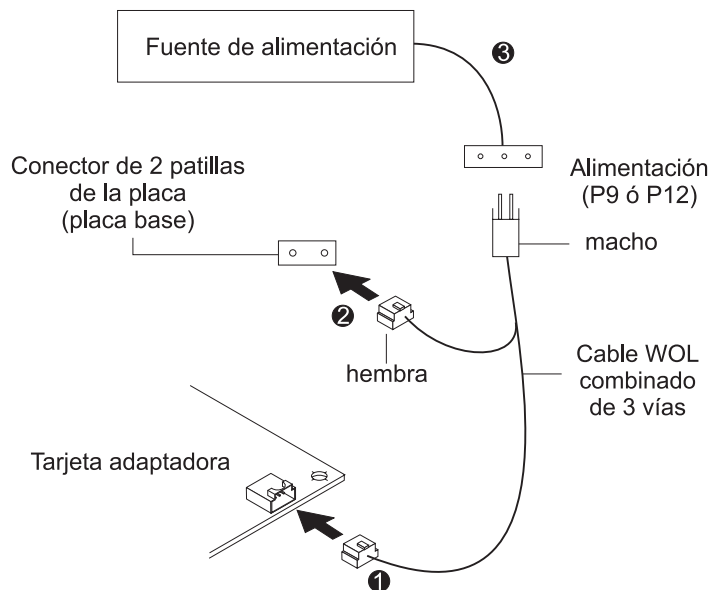

Figura 1-4. Conexión del cable Wake on LAN de 3 vías
- Conecte el extremo hembra de 3 patillas del cable 08L2558 al conector de 3 patillas Wake on LAN del adaptador, tal como se muestra en la Figura 1-4.
5. Localice el conector de señal Wake on LAN de 2 patillas en la placa del sistema, como se muestra en la Figura 1-4 en la página 1-5. En el extremo macho-hembra del cable de 3 vías, conecte el conector hembra al conector de 2 patillas de la placa.